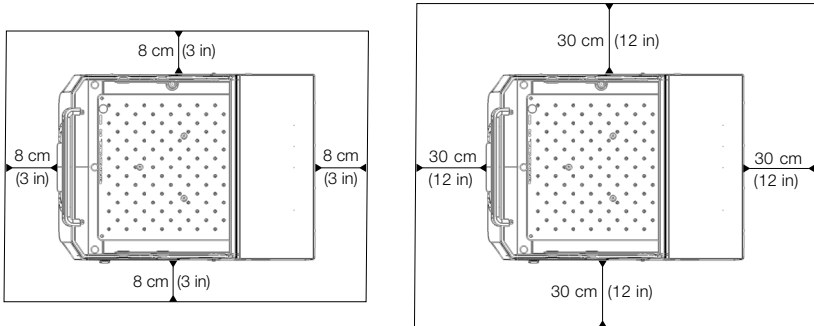

図 9: 恒温シェーカー（加熱式）（左）と冷却シェーカー（冷却・加熱式）（右）の間隔を空けた設置図。冷却シェーカー（冷却・加熱式）の上に何も無い場合は、左の画像が適用されます。
- Solaris 2000 I・4000 Iなどの恒温シェーカー（加熱式）には、図 9の左図に示すように、台の縁からすべての4辺に対して8cm（3インチ）の空間が必要です。
- Solaris 2000 R・4000 Rなどの冷却シェーカー（冷却・加熱式）では、図 9の左図に示すように、フードの上に何も無い空間がある場合は、台の縁からすべての4辺に対して8cm（3インチ）間隔を空けて操作します。
- Solaris 2000 R・4000 Rなどの冷却シェーカー（冷却・加熱式）の上の空間が遮られている場合は、図 9の右図に示すように、台の縁の周囲からすべての4辺に対して30cm（12インチ）の空間に増やす必要があります。